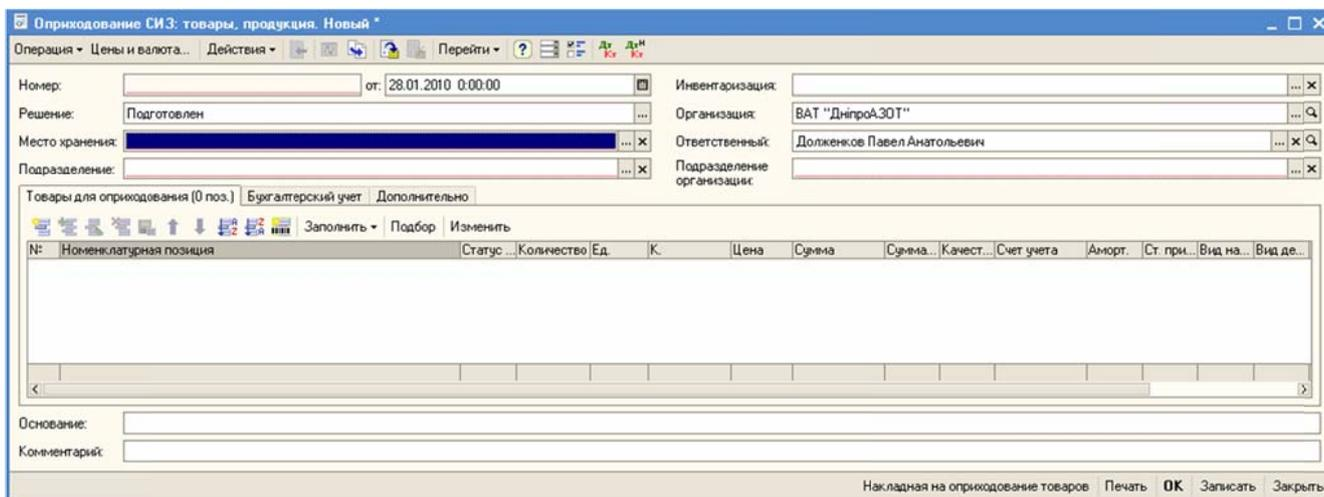

Рисунок 9 – Новый документ «Оприходование СИЗ»
2. Создать новый документ «Оприходование СИЗ» (Рисунок 9).